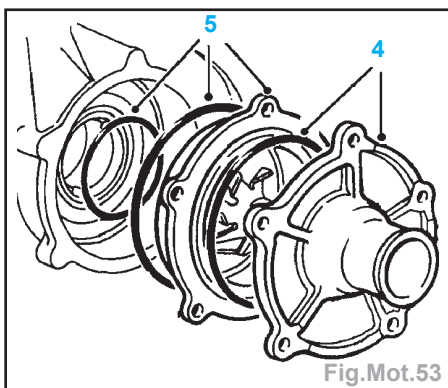

Fig.Mot.53
- Déposer le couvercle et jeter le joint torique (4) (Fig.Mot.53).
- Déposer la pompe à eau du boîtier et jeter le joint torique (5).